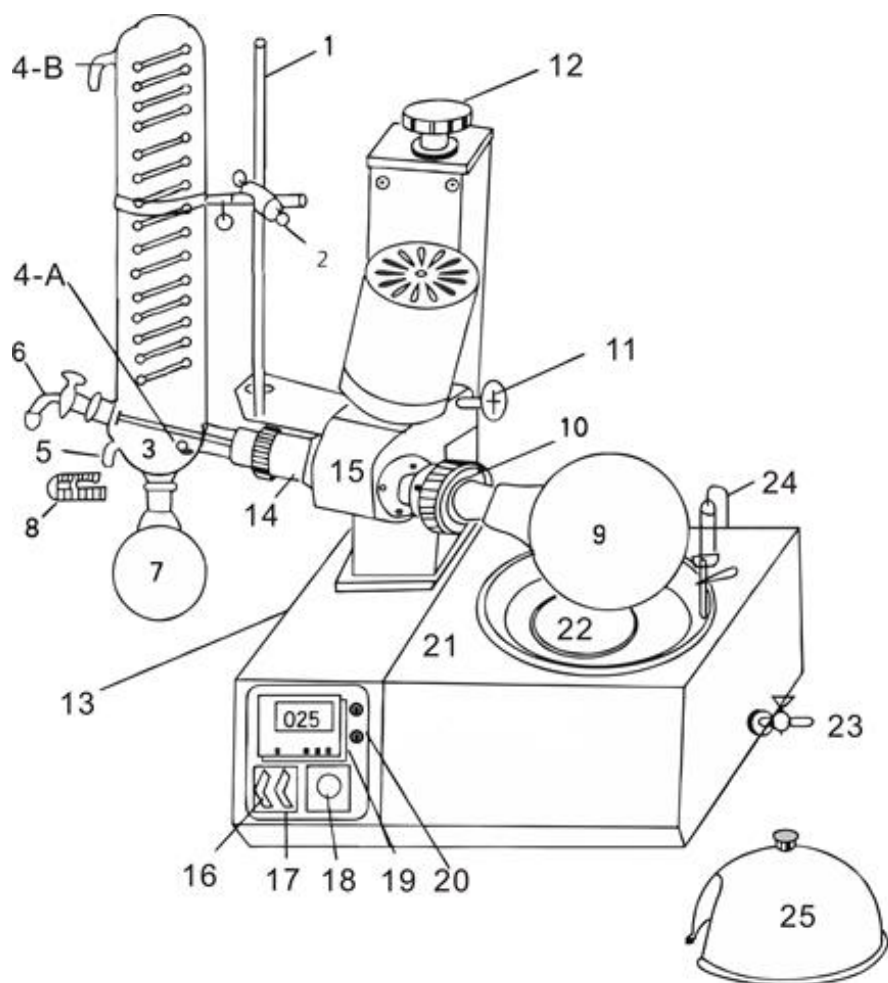

Рисунок 1. Схема внешнего вида Изделия
Изделие предназначено для проведения физико-химических процессов, сопряженных с быстрым удалением растворителей из растворов или суспензий органических и неорганических соединений путем пленочного испарения при нормальном и пониженном давлениях и контролируемых температурах. Основные элементы и узлы испарителя и их компоновка представлены на схеме (Рис. 1).
9. Соберите стеклянные элементы согласно схеме (Рис. 1).
10. Вакуумным шлангом с внутренним диаметром 8 мм через отвод под вакуум (Поз. 5 Рис. 1) подключите вакуумный насос.